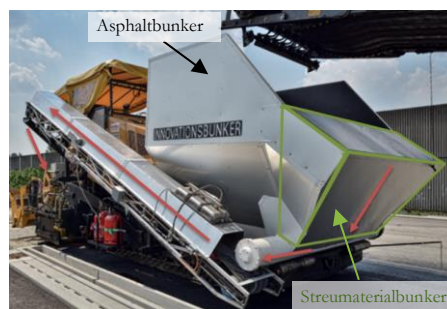

Abbildung 3: Beschickungskonzept
- Der Innovationsbunker besteht aus einem Asphalt- und einem Streumaterialbunker (siehe Abbildung 3) und ist ausgestattet mit Temperatur- und Füllstandsensoren.